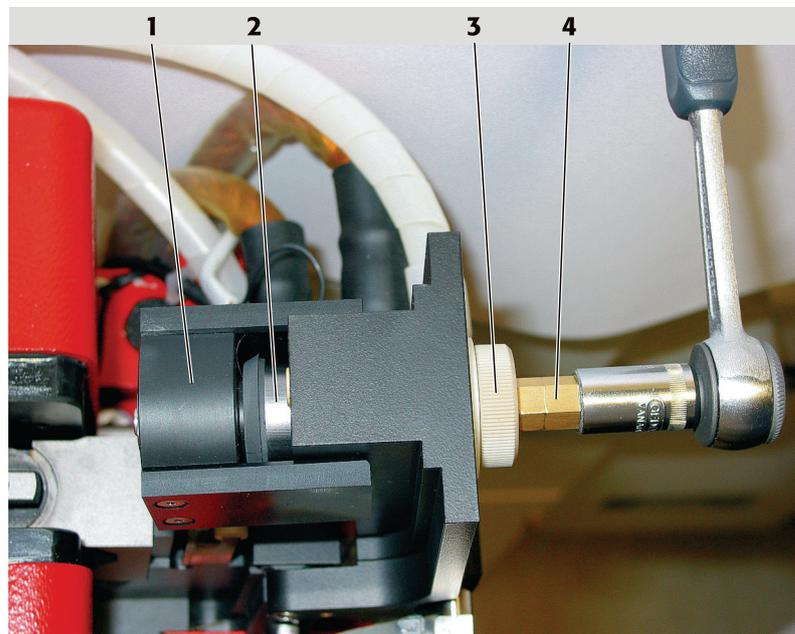

Bild 55 Elektrode mit Einziehwerkzeug an die Backe angesetzt
2. Flanschmutter (3 in Bild 55) der Einziehwerkzeuge bis zum Anschlag in die Ofenbacke einschrauben.